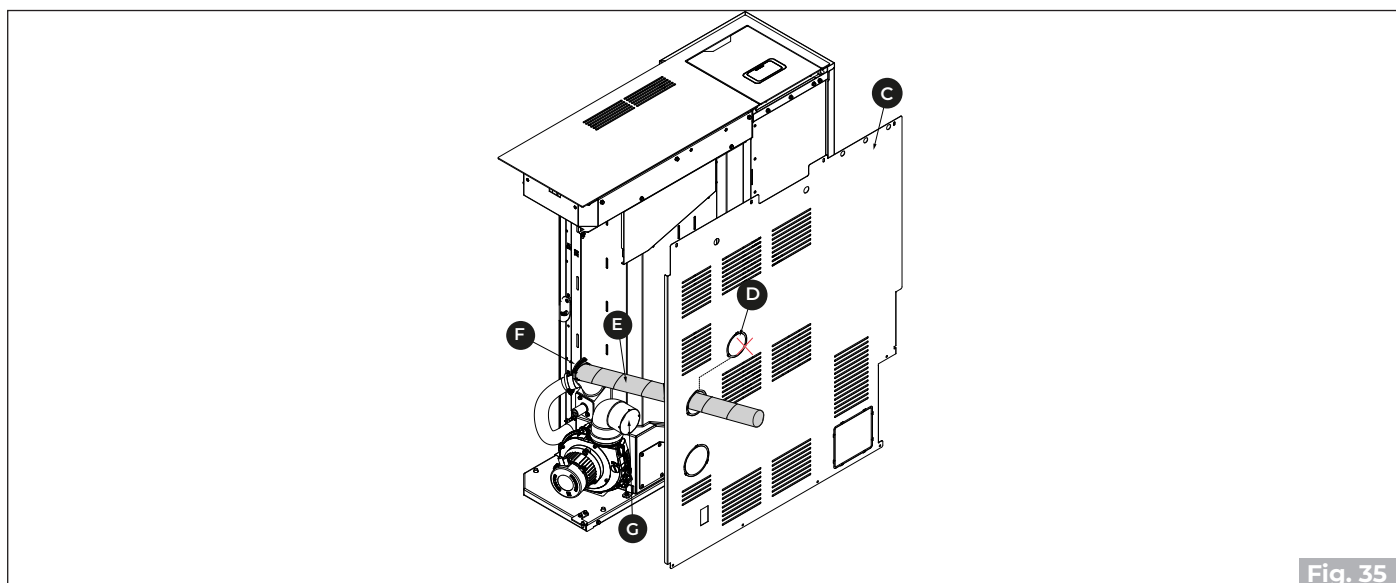

Fig. 35
- Quitar el precorte **(D)** en el respaldo **(C)** y hacer pasar el tubo flexible **(E)** para conectarlo a una toma de aire externa ("Fig. 35").